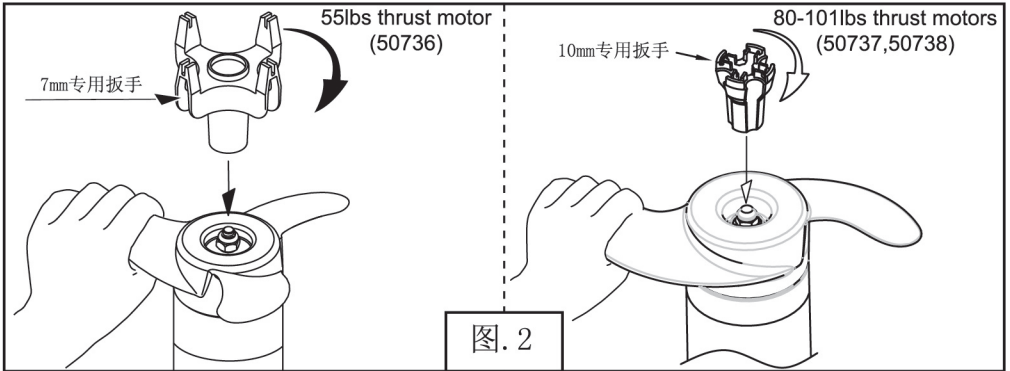

图. 2
2. 用手握住螺旋桨叶的一端以防转动。用专用扳手使螺母固定螺旋桨。（如图.2）